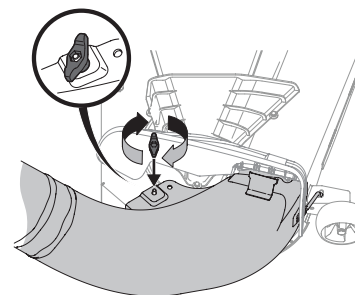

Figure 18
- Fixez le coude de la goulotte au plateau de coupe avec l'écrou papillon (720-04122) du kit de quincaillerie (689-02364). Voir Figure 18.